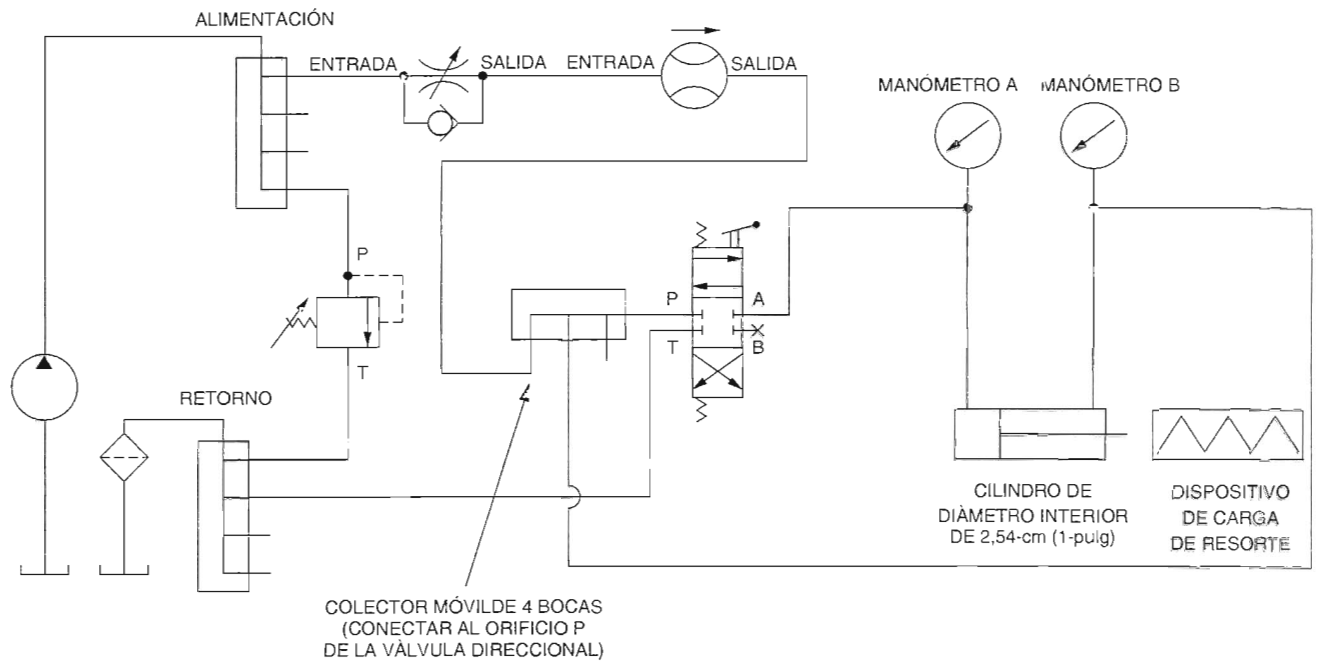

Figura 3-19. Cilindro en un circuito regenerativo.
- ☐ 1. Conecte el circuito mostrado en la Figura 3-19. En este circuito, la válvula de control de flujo no compensada será utilizada para reducir el flujo en el circuito, de manera que la velocidad del cilindro sea más fácil de cronometrar. La válvula podría no ser utilizada en circuitos regenerativos industriales de este diseño.
- ☐ 21. Cambie su circuito a circuito regenerativo. Para realizar esto, desconecte el vástago del cilindro del orificio B de la válvula direccional, después conecte el extremo vástago al colector de 4 bocas instalado en el orificio P de la válvula direccional, como se muestra en la Figura 3-19.
- ☐ 22. Desconecte el cilindro de diámetro interior de 2,54 cm (1 pulg) del circuito. Retire el cilindro de su adaptador, desenroscando su anillo de retención. Asegúrese de que el extremo (punta tipo bala) esté retirado del extremo vástago del cilindro. Enrosque el cilindro en el dispositivo de carga. Después, reconecte el cilindro en el circuito como se muestra en la Figura 3-19.